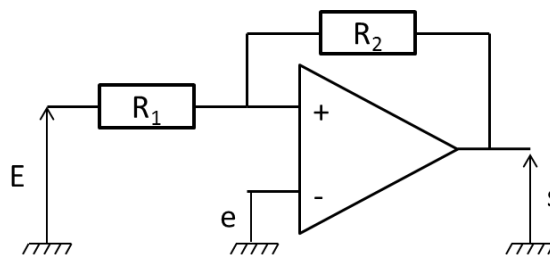

Figure 9. Comparateur à hystérésis.
Le comparateur à hystérésis choisi est représenté en figure 9. La sonde délivre une tension proportionnelle au pH telle que : $e(t) = pH(t)$. E est une tension de référence, à régler en fonction des seuils de pH voulus.
40) Tracer la caractéristique entrée-sortie d'un ALI (amplificateur linéaire intégré) regroupant les différents régimes de fonctionnement que l'on commentera. Dans quel régime l'ALI de la figure 9 fonctionne-t-il ?
41) On suppose l'ALI idéal. Exprimer les tensions de seuil E_+ et E_- en fonction de E , R_1 et R_2 , tensions pour lesquelles le signal de sortie bascule de $+V_{sat}$ à $-V_{sat}$ et inversement. Tracer la caractéristique entrée-sortie $s = f(e)$ du comparateur donné en figure 9. On fera apparaître les tensions de seuil. Les tensions de saturations sont égales à $\pm 15V$.